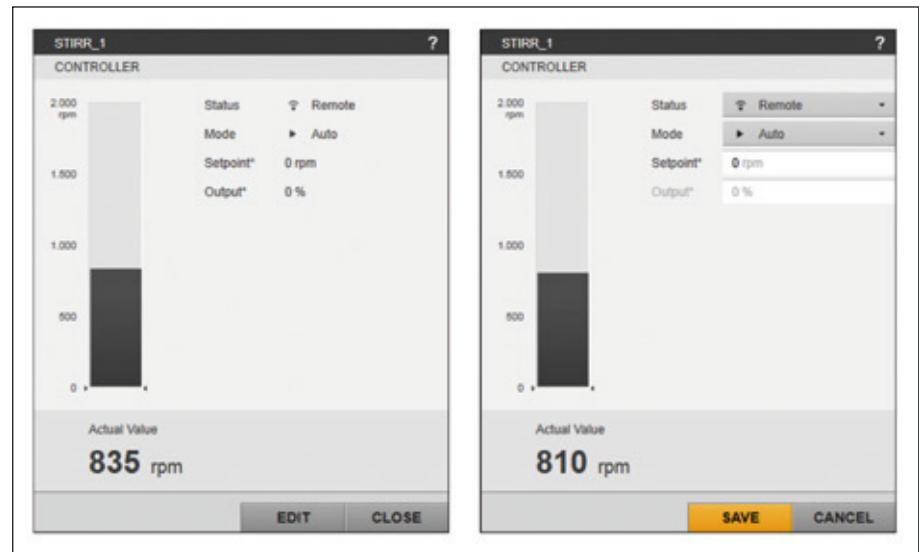

Abb. 6-8: Details und Eingabemaske eines Sollwert-Reglers (Remote)
- 2 Control Modules mit aktuellen Prozesswerten, Eingabemaske „Sollwert“. Klick mit der linken Maustaste auf den jeweiligen Regler blendet die Eingabemaske für den Sollwert ein. (siehe Abb. 6-8, Seite 83).